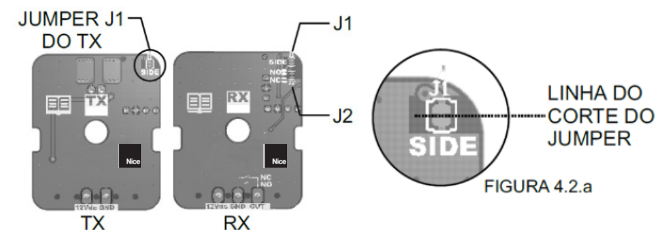

FIGURA 4.2.a
Em cada par de fotocélula ERA M contém TRÊS jumpers de configuração. Estes jumpers encontram-se no verso das eletrônicas, receptor (RX) e transmissor (TX), conforme figura 4.2.a abaixo: